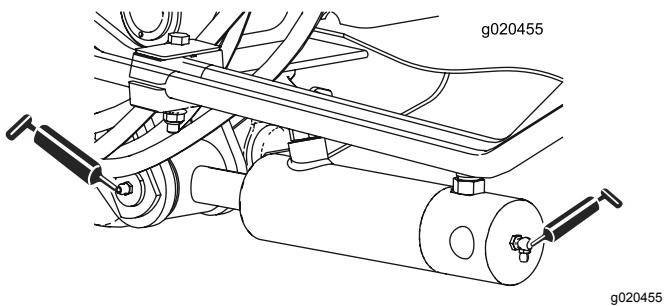

Figura 67
- Casquillos de los cilindros del brazo de elevación (2 en cada uno) (Figura 67)